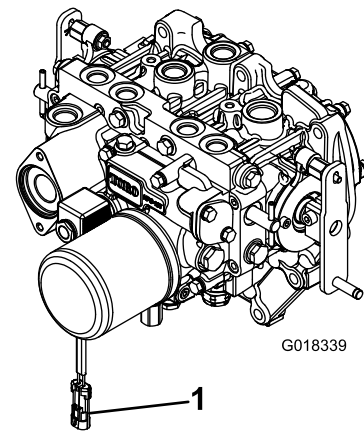

Figura 3
2. Desconecte el conector del arnés de cables del conector de la bobina del solenoide de la TDF (Figura 3).
- 8. Después de conectar el otro extremo del árbol al eje de la caja de engranajes del accesorio, conecte el conector del arnés de cables al conector de la bobina de la válvula del solenoide de la TDF (Figura 3).